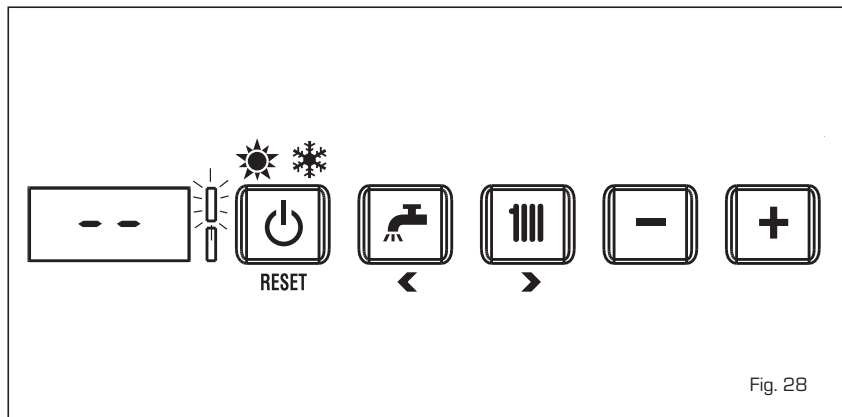

Fig. 28
**TO SWITCH OFF THE BOILER (fig. 28)**